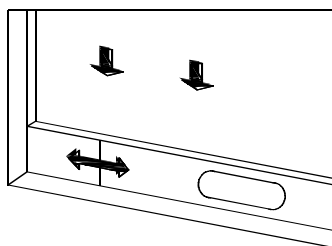

Figure 2
- a) Ouvrir partiellement la fenêtre et installer le kit de calfeutrage (comme indiqué sur les figures 2 et 3). Les composants peuvent être placés horizontalement ou verticalement.